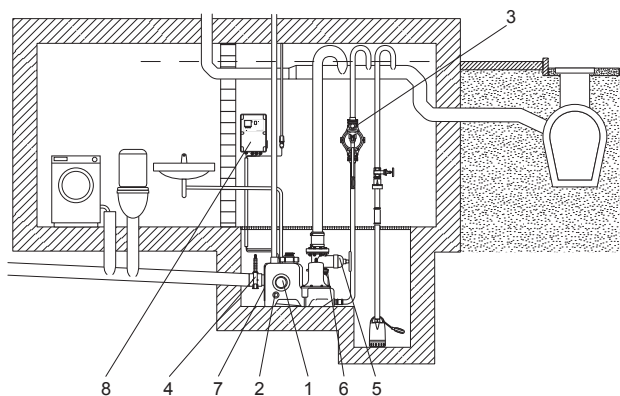

Рис. 10 Монтажная схема, Multilift MD
- Оборудуйте место ниже уровня фундамента. Если насосная установка устанавливается в подвале, в котором существует опасность просачивания грунтовых вод, рекомендуется использовать дополнительный дренажный насос в отдельной приемке ниже уровня фундамента для осушения комнаты. См. рис. 10 и 11.
- Все напорные патрубки насосной установки, диафрагменного и дренажного насосов должны быть оснащены петлей, расположенной над уровнем стоячей воды. Высшая точка U-образного колена или обратного гидравлического затвора должна находиться выше уровня грунта. См. рис. 10 и 11.